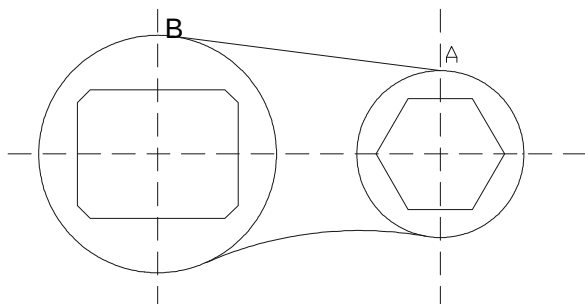

图 4-2-5
STEP 06 使用剪切工具对图中多余的线段进行剪切掉,最终效果如图 4-2-5,具体操作如下: